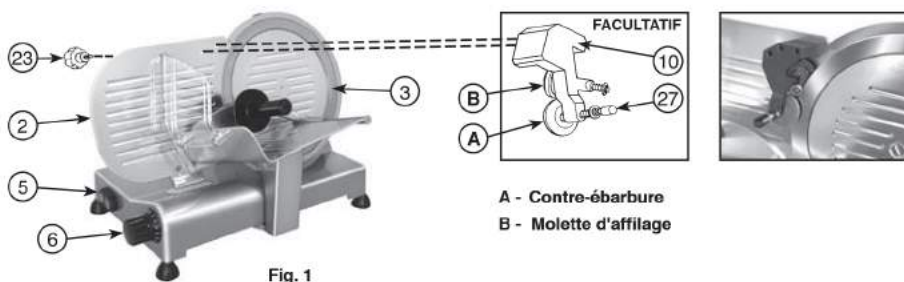

Fig. 1
- Positionner le séparateur mobile (2) à la distance maximum de la lame (3) en tournant le bouton gradué (6).
- Appliquer le bloc affuteur (10) sur le séparateur mobile (2) comme indiqué sur la fig. 1 en le bloquant sur celui-ci à l'aide de la poignée (23).
- Appuyer sur l'interrupteur actionnant le moteur (5) pour mettre en route l'affûtage automatique; si nécessaire, tourner le bouton gradué (6) jusqu'à ce que la meule affûteuse tourne avec la lame.
- Laisser aiguiser automatiquement la lame pendant environ une minute, procéder ensuite en pressant le bouton de la meule contre-bavure (27) pendant environ deux-trois secondes; ne plus exercer de pression sur le bouton et éteindre en même temps le moteur.
- Après l'affûtage, ôter l'affuteur (10) du séparateur mobile (2) et le replacer dans son logement d'origine.